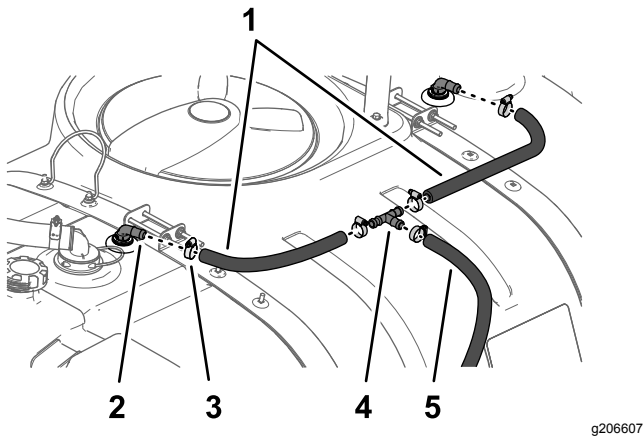

Figura 27
1. Conecte 2 mangueras (1,9 cm x 61 cm) y 2 abrazaderas a los acoplamientos de 90° de los conjuntos de boquilla de enjuague, y apriete las abrazaderas a mano (Figura 27).
2. Conecte provisionalmente el otro extremo de las mangueras de 1,9 cm x 61 cm al acoplamiento en T con 2 abrazaderas, según se muestra en Figura 27.
3. Conecte la manguera de 1,9 cm x 180 cm y una abrazadera al acoplamiento en T, según se muestra en Figura 27.
1. Conecte la manguera de 43,3 cm de la parte inferior del depósito de enjuague al acoplamiento dentado recto interior de la bomba del depósito de enjuague con una abrazadera, y apriete la abrazadera a mano (Figura 27).